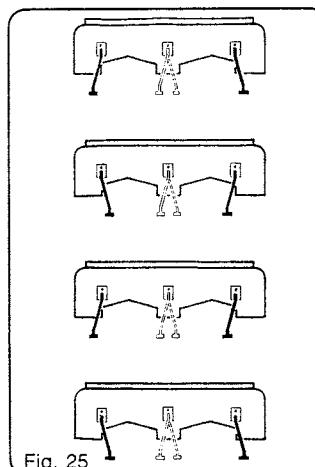

Fig. 25
Les pieds supports ① peuvent se fixer sur les trémies suivant 4 dispositions (fig. 25); la mise en place aux endroits libres de la poutre s'en trouve facilitée.